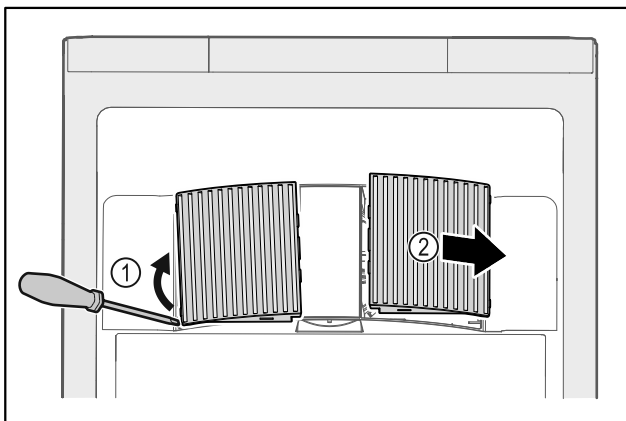

Fig. 179
- ▶ Ventilatorabdeckungen vorsichtig von der Seite heraushebeln Fig. 179 (1) und nach vorne abnehmen Fig. 179 (2).